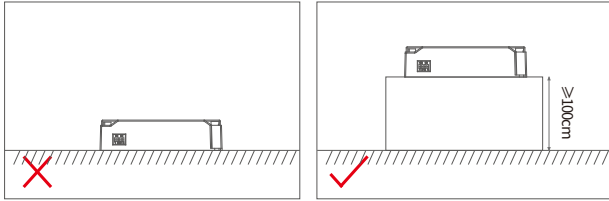

图1
- 驱动器与地面应保持一定的距离，推荐间隔距离应 $\geq 100\text{cm}$ ，以免信号干扰影响使用(如图1)。